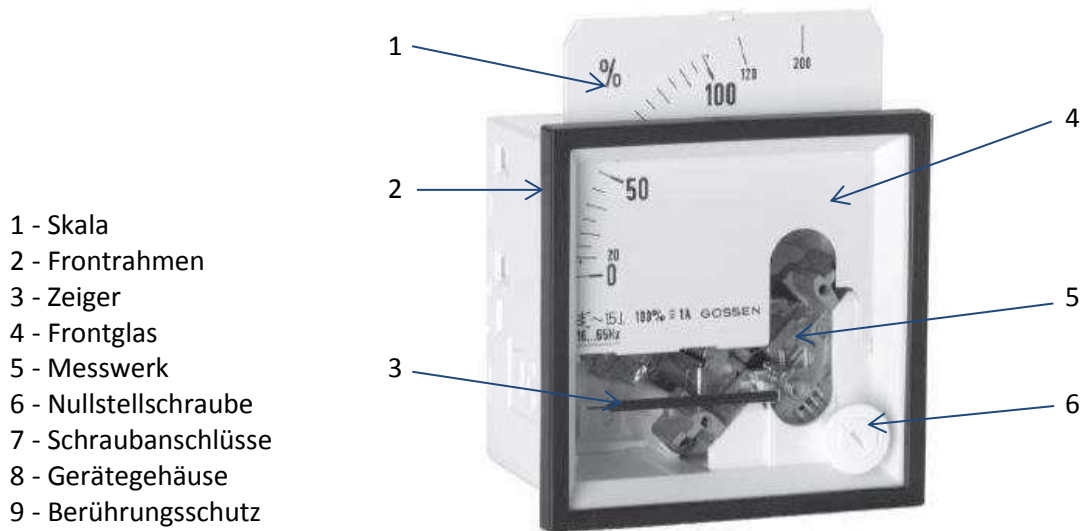
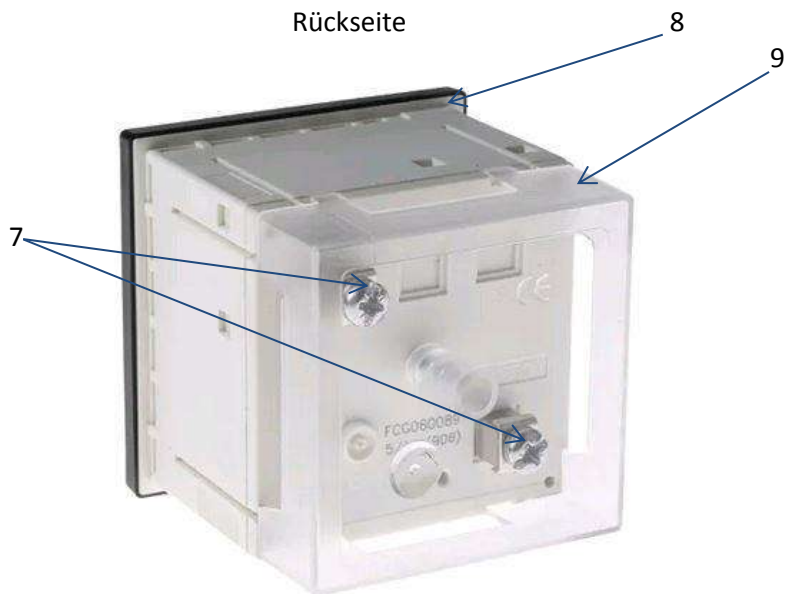

Bild 3
Bild 4
Der Skalenwechsel ist schnell und einfach ohne Genauigkeitsverlust mittels Schraubendrehers möglich. Dazu ist nur die am Gehäuse oben bzw. links (nicht bei Anzeigergeräten 144x144 mm) angeordnete Verschlussklappe zu öffnen und die Skala (Bild 3-Pos.1) herauszuziehen. Bei Skalenwechsel besteht keine Gefahr, den Zeiger oder Messwerk zu beschädigen.
Schraubanschlüsse M4 (Bild 4-Pos.7) mit selbstabhebenden KlemmbügelIn erleichtern das Unterklemmen der Anschlussdrahte. Die Schrauben sind für Kreuzschlitz und normale Schraubendreher geeignet. Ausgenommen sind Strommesser mit Direktanschluss: Drehspul-Strommesser ≥ 6 A und Dreheisen-Strommesser 40 A / 60 A haben Bolzenanschlüsse M6, Dreheisen-Strommesser 100 A Bolzenanschlüsse M8.
Das robuste Gehäuse (Bild 4- Pos.8) aus Polycarbonat ist selbstverlöschend und nicht tropfend nach UL94V-0, Frontrahmen(Bild 3-Pos.2) und Frontglas (Bild 3-Pos.4) sind problemlos austauschbar. Als Option sind alle Anzeiger der Vario-Serie, auch mit Stahlblechgehäuse nicht bei allen Instrumenten der Gerätegröße 48x48 lieferbar. Für platzsparende Anordnung ist der Einbau mehrerer Geräte "dicht an dicht" möglich. (Bei Anzeigern mit Frontmaß 48 x 48 mm ist Option "Polycarbonat Gehäuse mit 2 Blattfedern" erforderlich). Die Gehäusekonfiguration mit speziellen abgestimmten Gehäusen berücksichtigen die Erfordernisse zum Einbau in die unterschiedlichen Mosaik-Rastersysteme.
**Nullpunkteinstellung (Bild 3-Pos.6)**